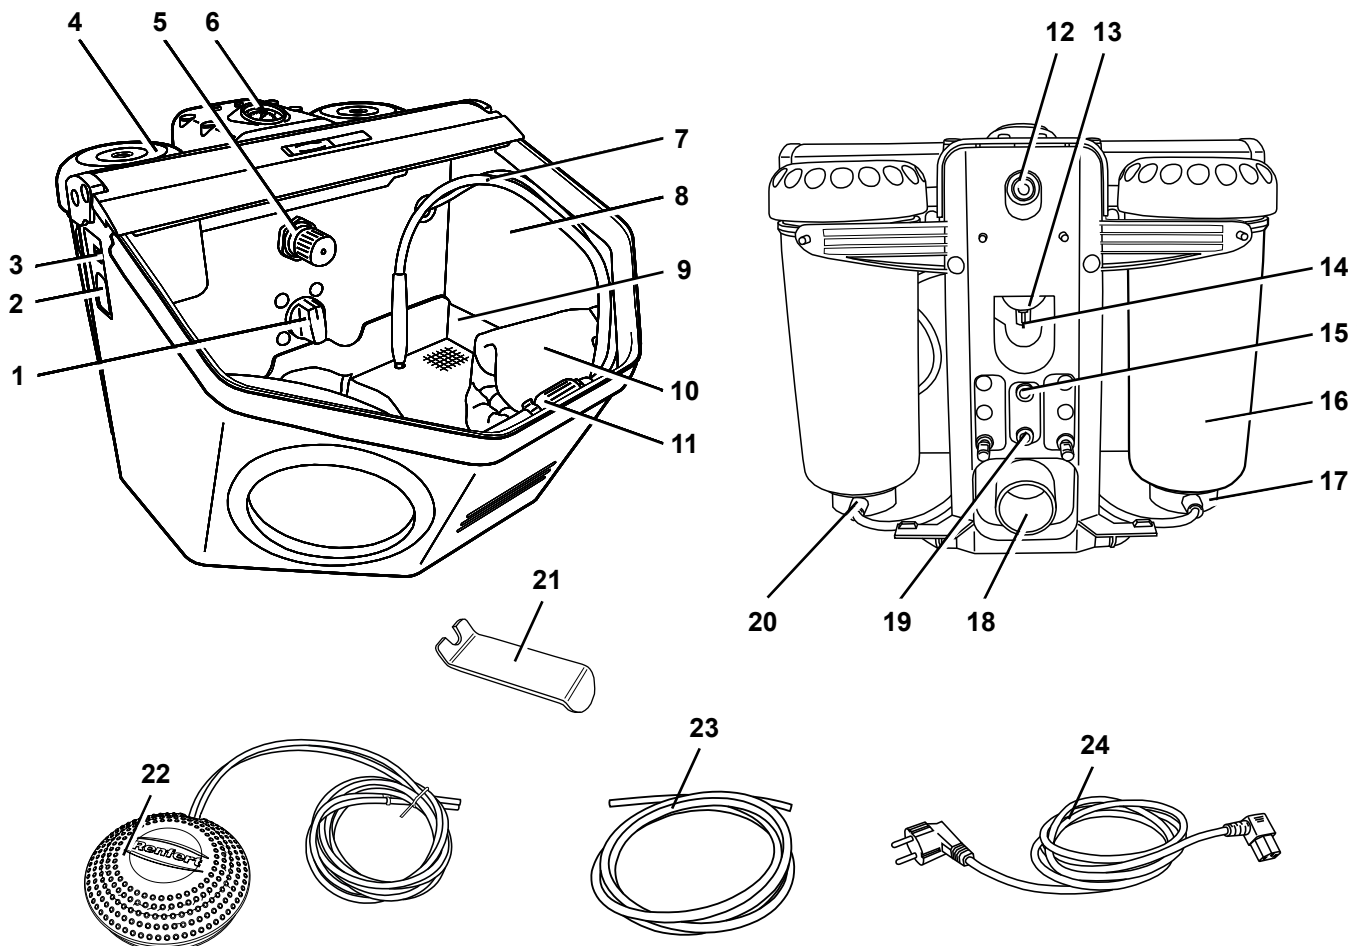

Fig. 1
O bico soprador (11, Fig. 1) pode ser utilizado para remover resíduos de material de jateamento e poeiras.
- Com o seletor (1, Fig. 1), selecionar o depósito de jateamento.
- Pressionar o pedal de acionamento (22, Fig. 1).